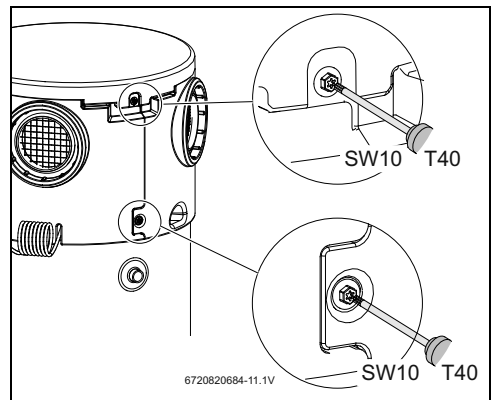

Fig. 50
- ▶ Remover a tampa superior e o anel inferior (Fig. 50).